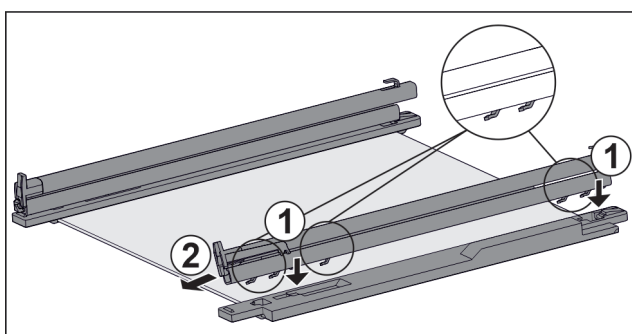

Fig. 160 Üveglap sínekkel és tartóelemekkel
- ▶ A sín horgait tegye fel a **bal** oldali tartóelem nyílásaira. Fig. 160 (1)
- ▶ Húzza előre a sít. Fig. 160 (2)
- ▶ A sín horgait tegye fel a **jobb** oldali tartóelem nyílásaira. Fig. 160 (1)